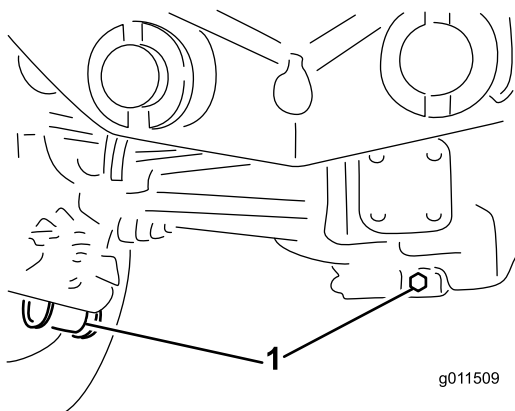

Figura 66
2. Pulite attorno ai tre tappi di spurgo, uno per lato ed uno in centro (Figura 66).